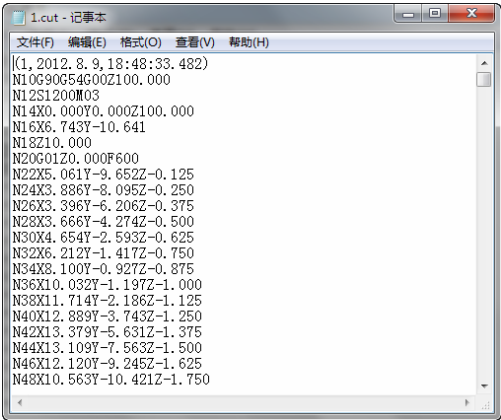

图 8-30 生成的数控代码
4) 输入文件名后选择“保存”按钮，系统提示“拾取加工轨迹”，应按顺序依次拾取加工轨迹。当拾取到加工轨迹后，该加工轨迹变为被拾取颜色。单击鼠标右键结束拾取，系统即生成数控程序。该程序是“记事本”文件，如图 8-30 所示。拾取时可使用系统提供的拾取工具，可以同时拾取多个加工轨迹，被拾取轨迹的代码将生成在一个文件当中，生成的先后顺序与拾取的先后顺序相同。